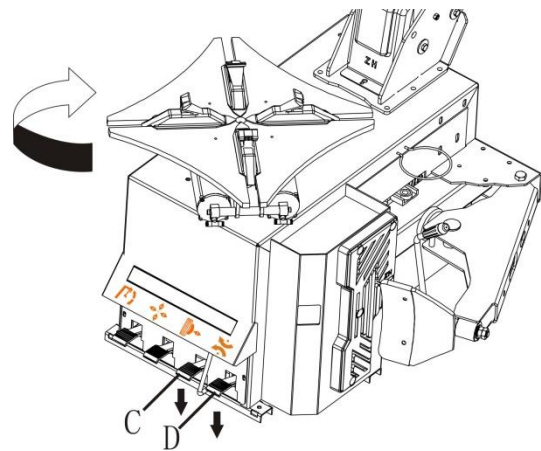

Abb. 11
- Testen Sie ob die Maschine richtig angeschlossen ist mittels einzudrücken der Pedale zur Bedienung der Drehscheibe (D, Abb.11). Die Drehscheibe muss in Uhrzeigersinn drehen!! **DIESER TEST IST SEHR WICHTIG!**
- Folgend testen Sie den Fersenbrecher mittels eindrücken des Bedienungspedal (C, Abb.11). Diesen Test führen Sie 3- bis 5-mal durch während eine zweite Person an der Ruckseite der Maschine beobachtet ob ein Tropfen Öl in das Reservoir (F, Abb.10) injiziert wird. Findet Injektion des Öls nicht statt stellen Sie die Injektion mittels der Stellschraube (E, Abb.10) bitte erneut ein.